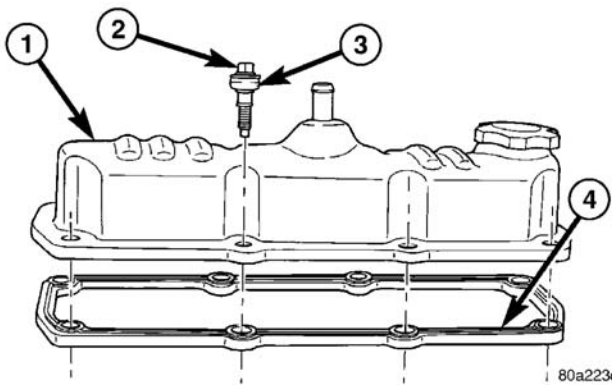

图 26 气缸盖罩垫片
- (1) 清洁气缸盖和罩配合表面。检查气缸盖罩表面的平直度。视需要更换垫圈。
- (2) 检查罩螺栓上的密封有否磨损或损坏 (图 26)。视需要替换螺栓组件。
附注：气缸盖罩螺栓含有一个扭矩限制器衬套和一个密封件 (图 26)。密封件和扭矩衬套要随螺栓一起替换。
- (3) 通过将螺栓组件穿过罩和垫片上的每个螺栓孔的方式将垫片装配到气缸盖罩上 (图 26)
- (1) 清洁气缸盖罩配合面。检查气缸盖罩表面的平直度。视需要替换垫圈。
- (2) 从护盖与衬垫的每一个螺孔处，插入紧固件，将衬垫组装至气缸盖（图 26）。